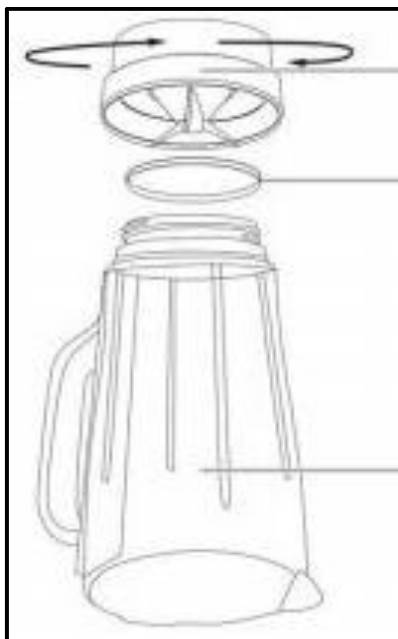

Rys.3
- Korek i pokrywę należy myć ręcznie łagodnym roztworem mydła. Można zdjąć gumową uszczelkę. Przed ponownym użyciem pokrywy należy zawsze upewnić się, że gumowa uszczelka jest dobrze dokręcona. (Rys. 3)